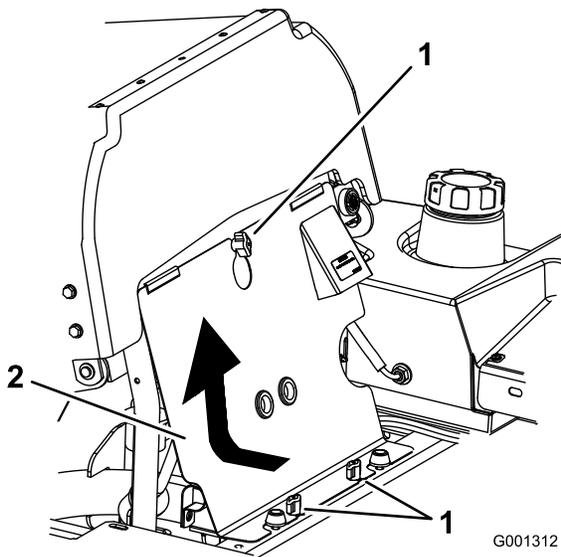

Figura 58
- Afloje los cierres del panel delantero del motor y retire el panel (Figura 58).